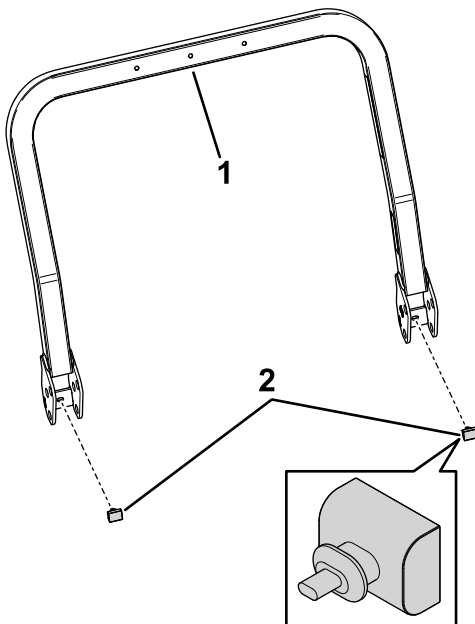

Bild 11
4. Lokalisieren Sie das obere Überrollbügelrohr. Bringen Sie beiden Gummipuffer an (Bild 11).